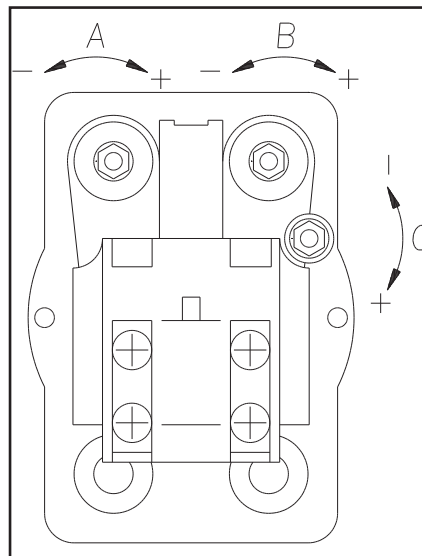

Fig.4
**Regolazione delle pressioni ( fig 4 ) :**
**Pressure adjustment (fig. 4):**